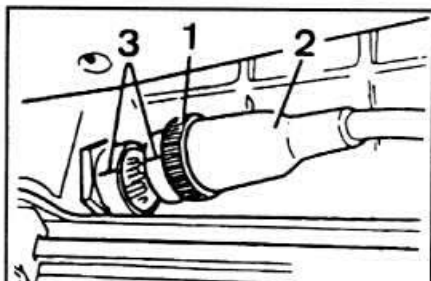

Рис. 7-3. Отсоединение штепсельного разъема коробки передач:
- Разъединить штепсельный разъем (рис. 7-3).